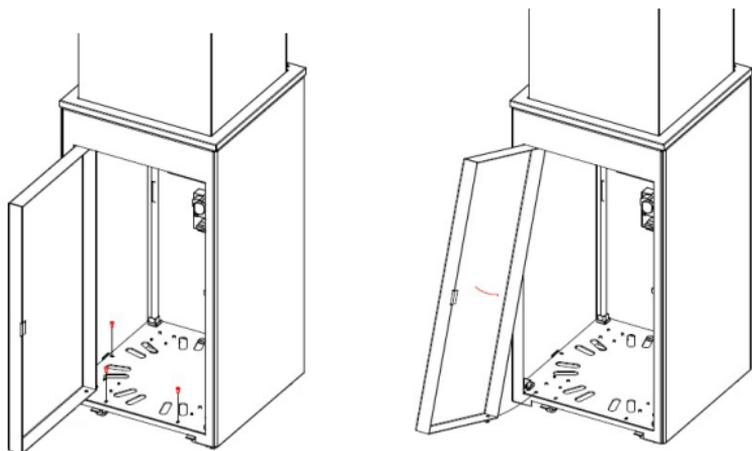

Fig. 7 Verre blanc et noir Versions décoratives
- Retirez le verre conformément aux instructions de la page 18, disposez les éléments décoratifs de manière uniforme sur le brûleur selon le graphique (fig. 7), puis réinstallez-les.